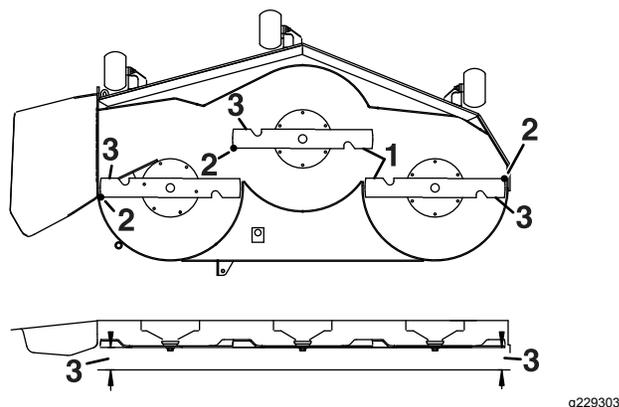

Bild 72
- Messen Sie den Abstand zwischen den äußeren Schnittkanten und der ebenen Oberfläche (Bild 72).